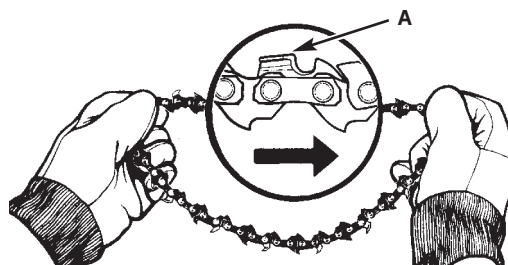

Fig. 20
1. Ecarter la chaîne en forme de cercle avec la face (A) tranchante VERS L'AVANT sur le dessus du guide (Fig. 20).
3. Engager les maillons d'entraînement dans la rainure (D) du guide-chaîne (Fig. 20).